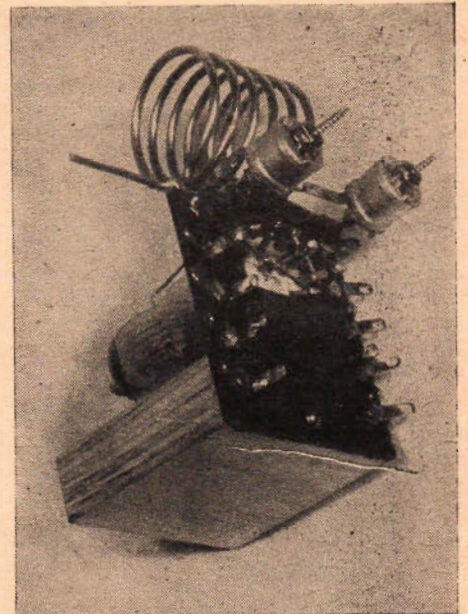

Fig. 3. visar de få kopplingselementens montering.
ratbygge är den mekaniska stabiliteten lika viktig som den elektriska. Fig. 3 visar delarnas placering. För att underlätta kopplingen för den som inte är van att läsa schema, har lödöronen på kopplingsplinten numererats och en tabell uppställts för monteringen. Observera att röret 3S4 är kopplat för att köras på en glödspänning av 1,5 volt. I tabellen har kopplingsplintens lödöron kallats för p1, p2... p10 och rörhållarens anslutningar för r1, r2... r7.
10. En 3 cm lång, 1 mm koppartråd löds fast på p1 enl. fig. 3 och kommer att utgöra en del av antennkondensatorn C1.